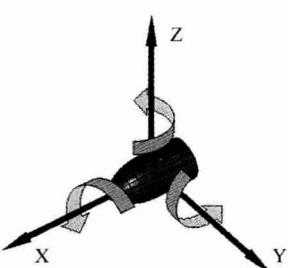

图 0-1 自由度
(2) 自由度 一个不被约束的刚性物体在空间坐标系中具有六个自由度：3 个为平移自由度，3 个为转动自由度。如图 0-1 所示，它能够沿 X、Y 和 Z 轴移动，绕 X、Y 和 Z 轴转动。